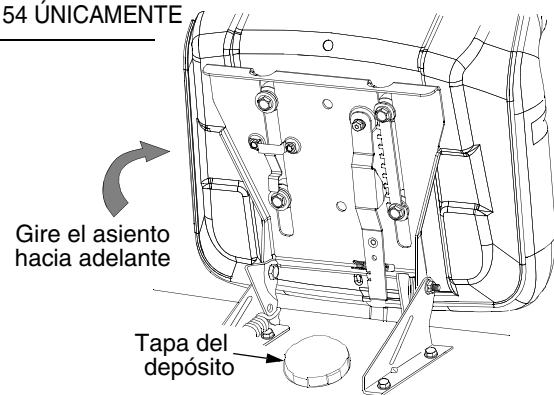

Figura 23
- Limpie la tapa del depósito y el área que la rodea para evitar que el aceite de transmisión se contamine con partículas. Vea Figura 23.